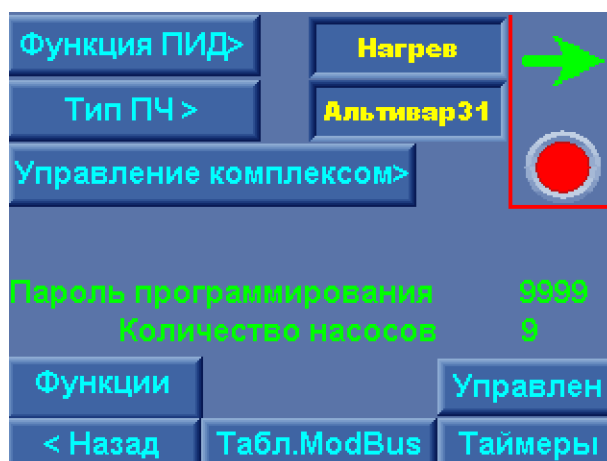
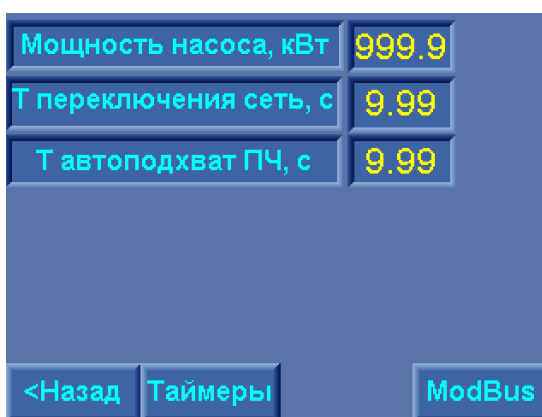
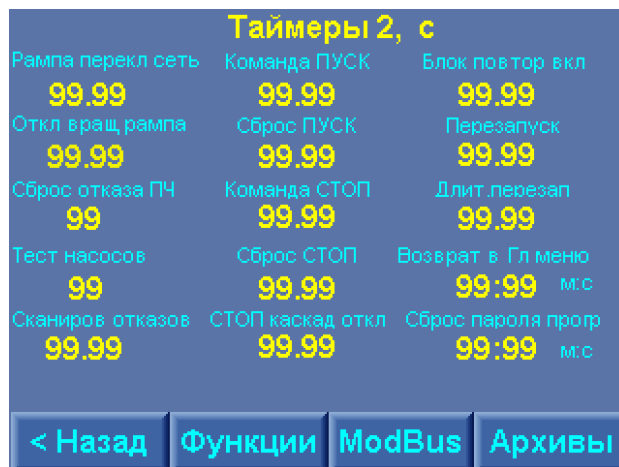

Рис. 1.1П. Главное меню наладки
Рис. 2.1П. Меню Функции
Рис. 4.1П. Меню Таймеры 2
Доступ к программированию данной группы параметров производится из меню наладки. Доступ к меню осуществляется из Меню перехода (рис. 7.2) нажатием клавиши «Наладчик». После ввода пароля 2-го уровня доступа производится переход к Главному меню наладки (рис. 1.1П).
- изображение красного индикатора – управление комплексом заблокировано из меню Функции (рис. 2.1П). При блокировке управления появляется красный индикатор. В строке состояний Главного меню индицируется «Блокировка».
При вводе мощности насоса в меню Функции (рис. 2.1п) в меню Таймеры 1 изменится значение T2: $T2 = (T_{п} f(P \text{ насоса}) - T1)$. Время T1 при вводе мощности не рассчитывается, является постоянной введенной величиной. Рекомендуемое значение – 0,02 секунды.
При изменении параметра T отключения КМ ПЧ изменится общее время переключения насоса к сети в меню Функции (рис. 2.1П).
Значения таймеров Т КМ ПЧ р – КМ сеть з, (Т3), Т замыкания цепи управления ПЧ (Т4) могут вводиться прямой записью. При этом изменится значение времени Т автоподхват в меню Функции (рис. 2.1п).
При нажатии клавиши «Далее >» меню «Таймеры 1» - переход к меню «Таймеры 2» (рис. 4.1п).
- Команда ПУСК – интервал времени формирования команды ПУСК – каскадного пуска дополнительных насосов (t1 - п. 4.2, рис. 4.1);
- Сброс ПУСК – интервал времени снятия команды ПУСК (t2 – п.4.2, рис. 4.1);
- Команда СТОП – интервал времени формирования команды СТОП – каскадный останов дополнительных насосов (t3 - п. 4.2, рис. 4.1);
- Сброс СТОП – интервал времени снятия команды СТОП (t4 – п.4.2, рис. 4.1);
При нажатии клавиши «<**Назад**» меню – возврат в меню Таймеры 2, настройка (рис. 4.1П), при нажатии клавиши «**Функции**» - переход к меню Функции (рис. 2.1П); при нажатии клавиши «**ModBus**» - переход к меню «**ModBus**» (рис. 6.1П).
При нажатии клавиши «**< Назад**» производится выход в Главное меню наладки (рис. 1.1П), при нажатии клавиши «**Функции**» - переход в меню Функции (рис. 2.1П), При нажатии клавиши «**Таймеры**» - переход в меню Таймеры 1 (рис. 3.1П).